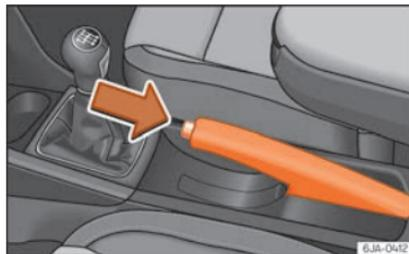

Fig. 214 Console centrale: freno a mano.
- Tirare leggermente la leva del freno verso l'alto e **contemporaneamente** premere il tasto di sblocco » **fig. 214**.